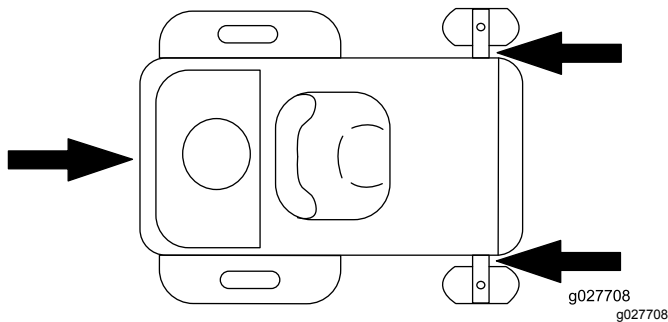

Figura 30
5. Amarre la máquina junto a las ruedas giratorias delanteras y el guardabarros trasero (Figura 30).